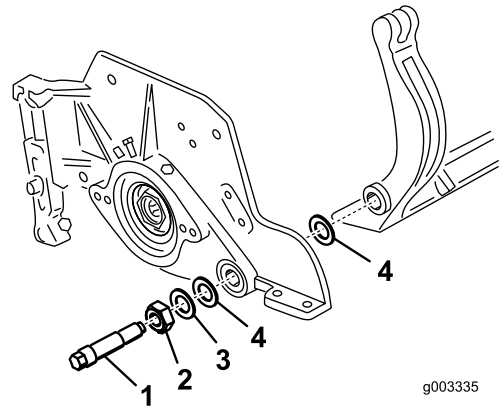

图 30
取下底刀架两端的 2 个尼龙垫圈和 1 个钢垫圈图 30。
3. 将尼龙垫圈放在侧板凸起的一侧。在两个尼龙垫圈的外侧各放一个钢垫圈 图 30。